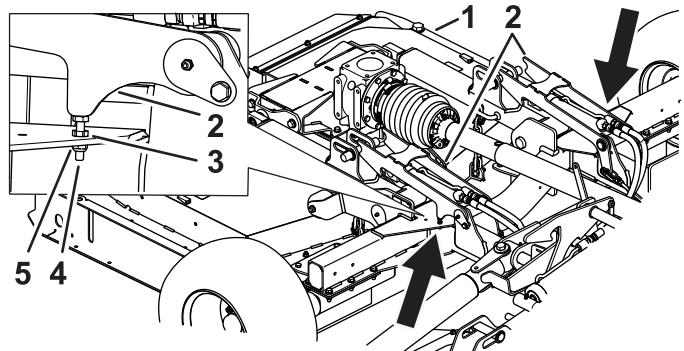

Figura 85
1. Allentate il controdado (Figura 85).
2. Regolate il bullone verso l'alto o verso il basso per correggere la posizione di bloccaggio del piatto per agganciare i perni del piatto (Figura 85).
3. Dopo aver regolato il bullone serrate il controdado e il dado (Figura 85).